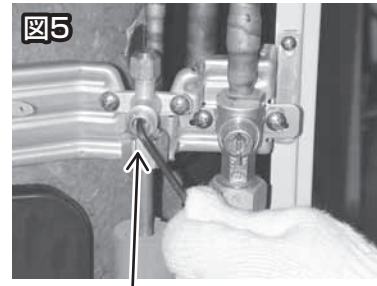

図5
①サービスパネルを開ける。
②液側ストップバルブを全閉。→図5